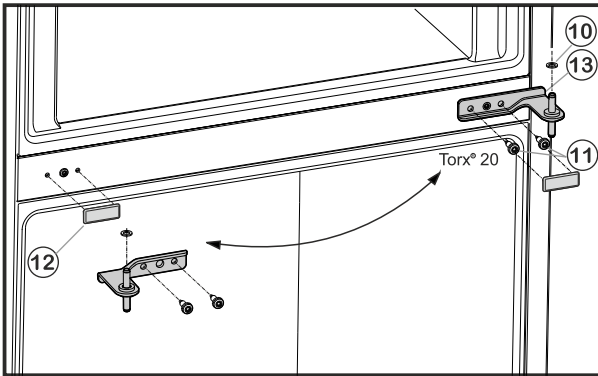

Fig. 6
- ▶ Odvijte pričvršne vijke *Fig. 6 (11)* (2 puta Torx® 20) i izvucite podložak ležaja u sredini iz donjih vrata.
- ▶ Skinite plastičnu pločicu *Fig. 6 (10)*.
- ▶ Oprezno skinite poklopac *Fig. 6 (12)*.
- ▶ Ponovo stavite poklopac *Fig. 6 (12)* na suprotnoj strani.
- ▶ Podložak ležaja u sredini *Fig. 6 (13)* umetnite u donja vrata okrenut za 180° pa ga pričvrsnim vijcima *Fig. 6 (11)* (2 puta Torx® 20) **pritegnite čvrsto (s 4 Nm)** na novu stranu šarki.
- ▶ Ponovo postavite plastičnu pločicu *Fig. 6 (10)*.
- ▶ Stavite gornja vrata na podložak ležaja u sredini *Fig. 6 (13)*.